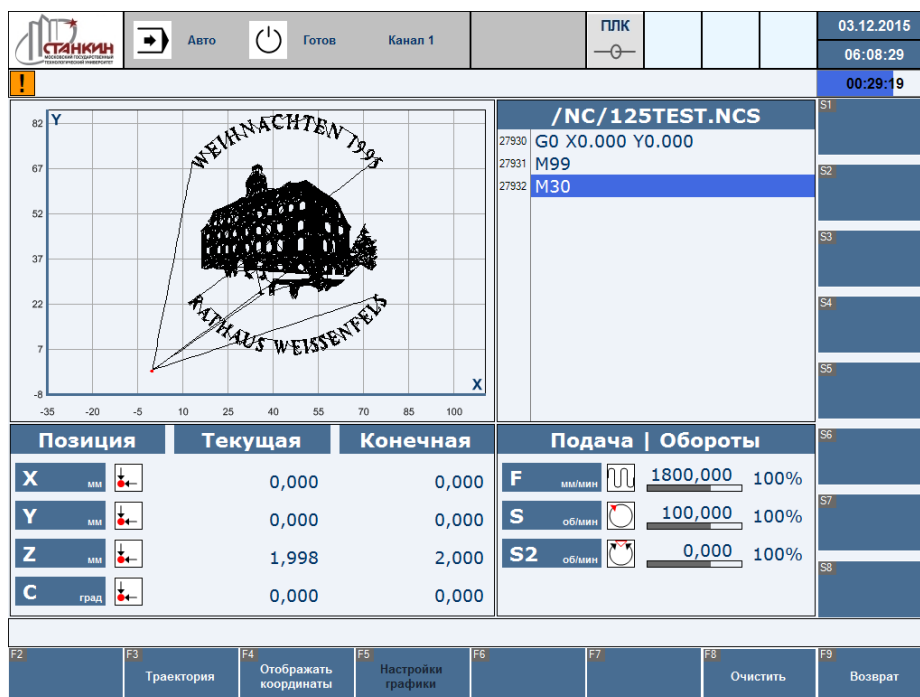

Рисунок 37 – Вид экрана после нажатия F8 «Параметры графики»
- F9 – возврат на уровень вверх (Рисунок 37).
По нажатию F9 «Возврат» производится переход на предыдущий уровень (Рисунок 37).